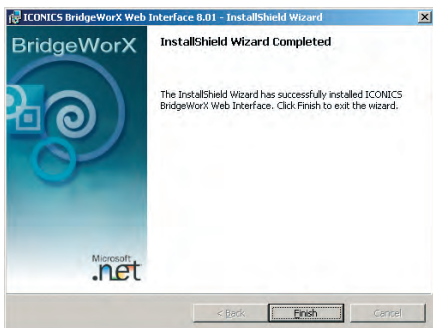

Рис. 31. Установка Web-интерфейса завершена
20. В окне, показанном на рис. 31, нажмите кнопку **Finish** (Завершить). Перезагрузите компьютер. После этого BridgeWorX готов к созданию необходимой конфигурации.